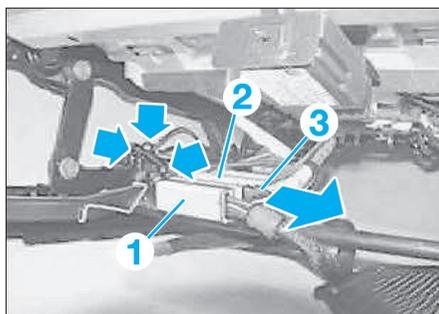

Fig. 28
- Déverrouiller et débrancher le connecteur (1) (Fig.28).
- Déverrouiller le connecteur (3) et tirer tous les connecteurs du boîtier de connexion (2).